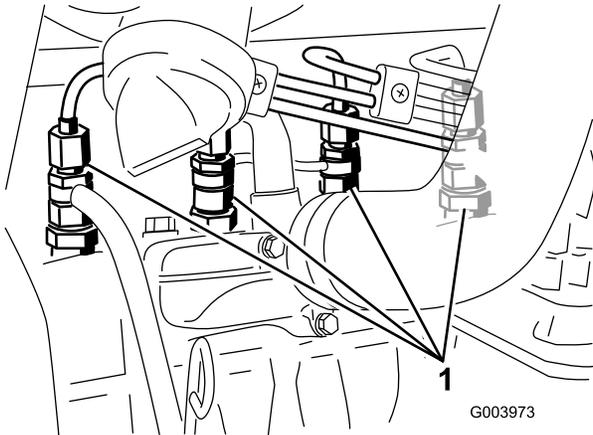

Figure 32
1. Desserrez le raccord entre l'injecteur n° 1 et le porte-injecteurs (Figure 32).